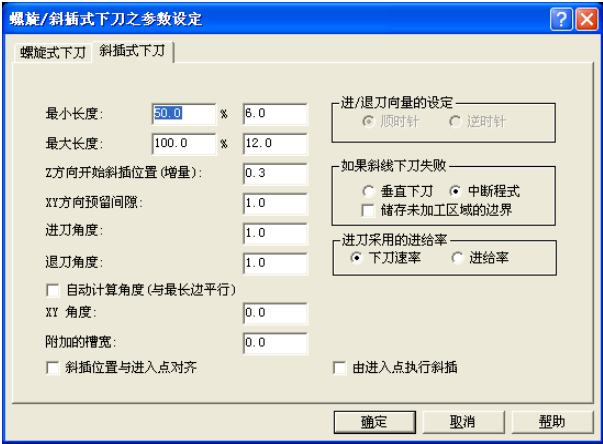

图 1-30 斜插式下刀
6) 也可以采用“斜插式下刀”，输入 Z 方向开始螺旋位置（增量）：0.3、XY 方向预留间隙：1.0、进刀角度：1.0、退刀角度：1.0，其余参数默认，如图 1-30 所示。